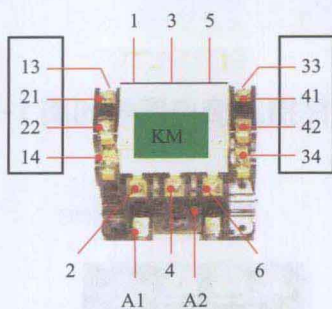
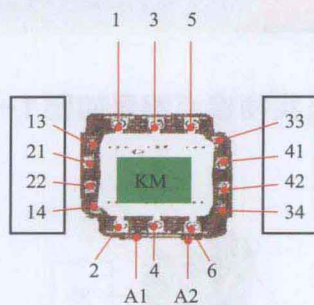

图 1-1 CJ₂₀ 实物接点编号
图 1-2 CJ₂₀ 接线接点图号
① CJ₂₀ 实物接点编号如图 1-1 所示。 ② CJ₂₀ 接线接点图号如图 1-2 所示。